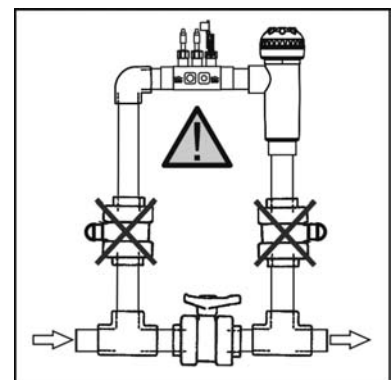

Fig. 4
1. Encolar el porta-sondas suministrado en un tramo de la tubería situado a la entrada de la célula de electrolisis. El porta-sondas deberá instalarse siempre en posición horizontal al suelo (ver Fig. 4), de forma que las entradas roscadas (1/2" - 3/8") queden siempre accesibles para la posterior instalación del inyector de la bomba dosificadora y la toma de tierra (opcional).